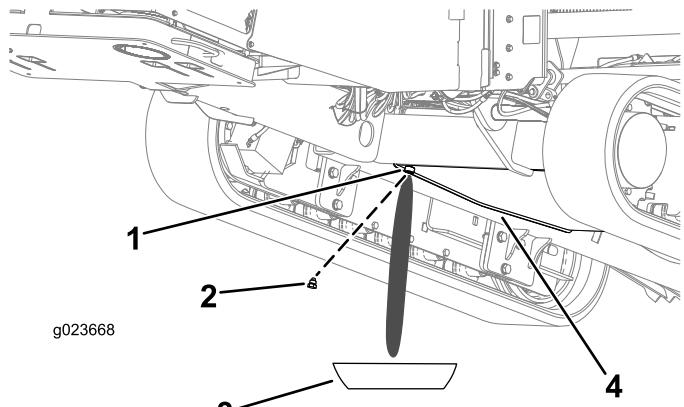

Figura 97
- Afloje el tapón de vaciado y drene el agua y los sedimentos (Figura 97).